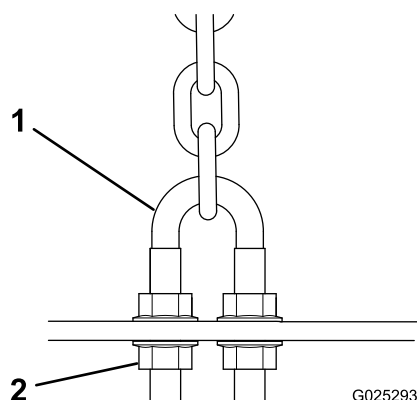

Figura 16
1. Retire as porcas que fixam as cavilhas em U da corrente de elevação à parte inferior da plataforma (Figura 16).
3. Instale as cavilhas em U na plataforma com as porcas anteriormente retiradas (Figura 16).